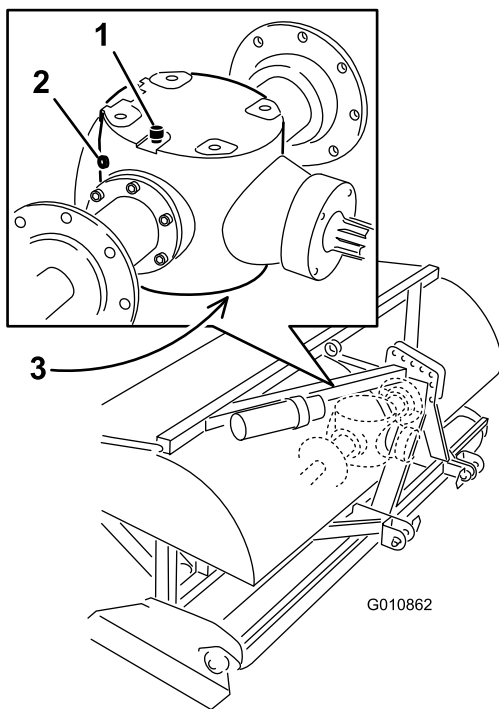

図 32
2. ギアボックスの点検プラグを外す (図 32)。
3. 点検プラグの穴のふちまで油量があればよい（図 32）。
1. 内部に異物が侵入しないよう、通気/補給プラグおよびドレン・プラグの周囲をきれいに拭く（図 32）。